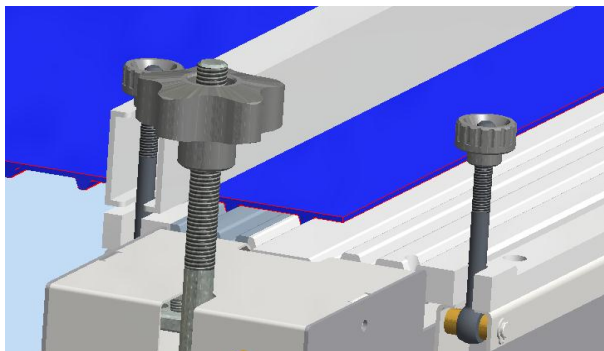

FIGURA 5
- Colocar el primer extremo de la banda Cleandrive™ sobre el plano de soldadura, introduciendo los dientes en los asientos correspondientes (Figura 5). Fijar la banda en su posición a través del dispositivo de presión de bloqueo, apretando las dos perillas.